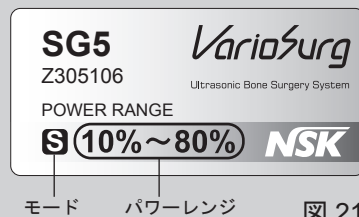

図 21
- チップは必ずチップケースのラベルに記載されているモード、パワーレンジの範囲内で使用してください。パワーレンジを超えて使用すると、チップが折れたり、歯面や歯肉、軟組織を傷つける等の恐れがあります。(図 21)